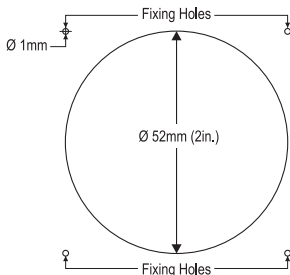

Fig.1
- Incollare la dima di foratura nella posizione di montaggio desiderata (vedere Fig.1)